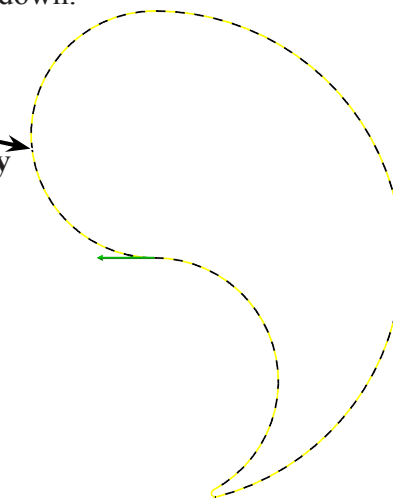

Fig. 12
Step 3. Click **any arc**, **Fig. 12**.